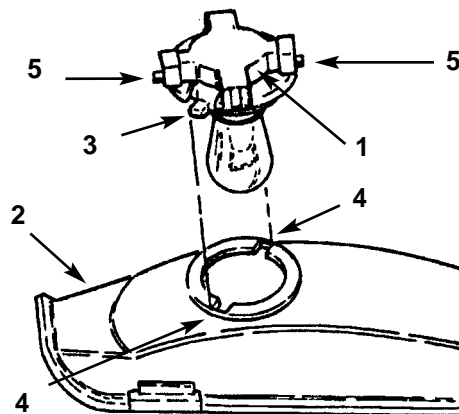

Fig. 17
3. Girate il portalamпада di $\frac{1}{4}$ di giro in senso antiorario, e toglietelo dal riflettore (Fig. 17).
2. Il portalamпада è provvisto di due guide (Fig. 17). Allineate le alette con le guide nel riflettore, inserite il portalamпада nel riflettore e giratelo di $\frac{1}{4}$ di giro in senso orario, fin quando non si ferma.